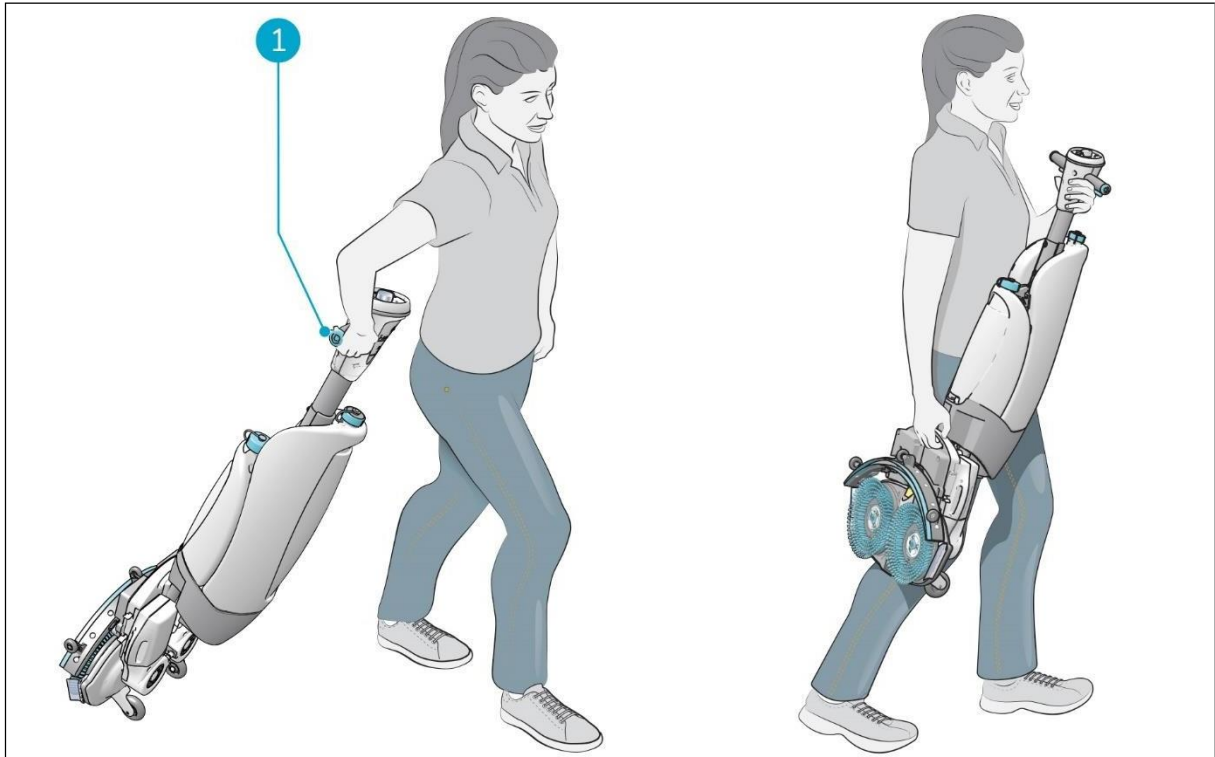

Abbildung 14
2. Halten Sie den Griff mit einer Hand fest (Abbildung 14, Pos. 1).